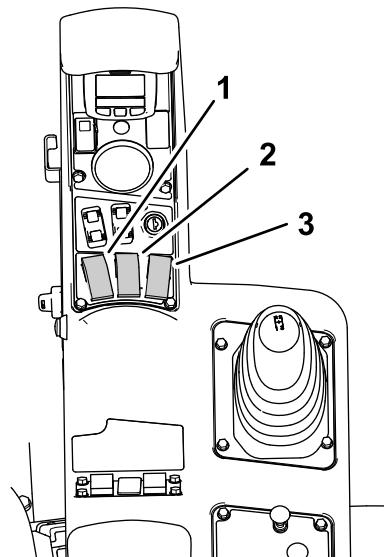
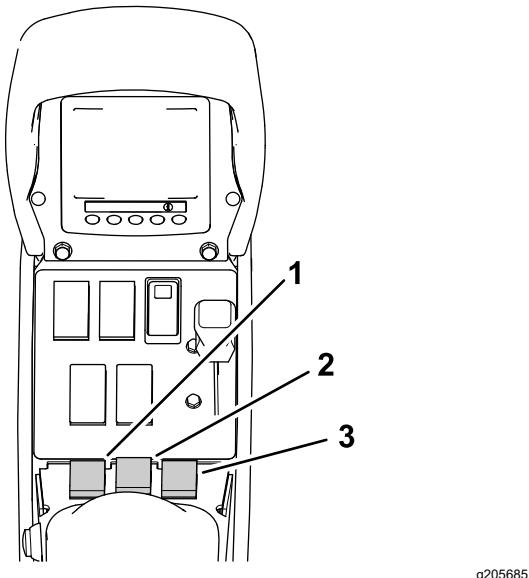

Figura 70
Figura 71
9. Spostate i tre interruttori delle sezioni (posti sulla consolle di comando della macchina) in posizione di ACCENSIONE (Figura 70 e Figura 71).